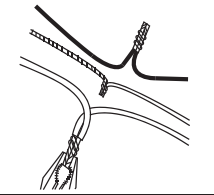

Fig. 3
3. Pele 2 cm de material aislante del extremo del cable blanco. Retuerza los extremos pelados de cada filamento dentro del material aislante con alicate. [Fig. 3] Corte los extremos después de retorcer los filamentos. Repita para los cables negros, azules (si aplica) y verdes.